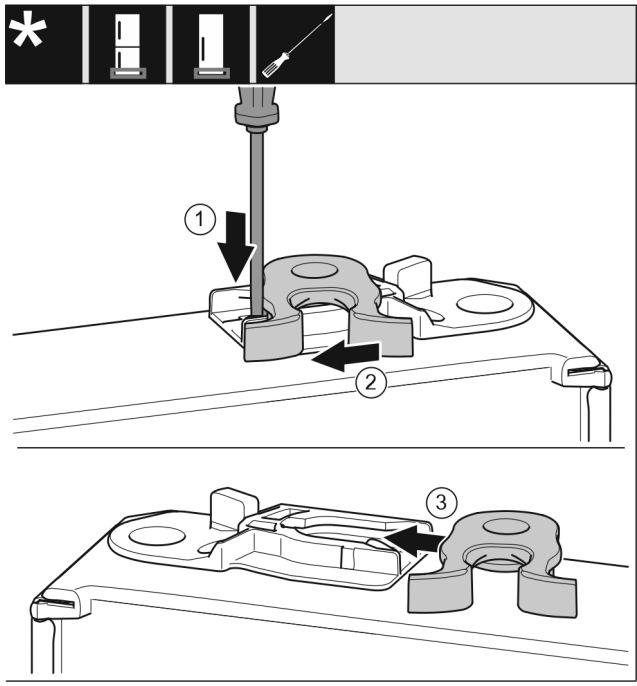

Fig. 18
- 用带槽螺丝刀向下按住接片 Fig. 18 (1)。
- 将锁钩 Fig. 18 (2) 从导向装置拉出。
- 将另一侧的锁钩 Fig. 18 (3) 推入导向装置。